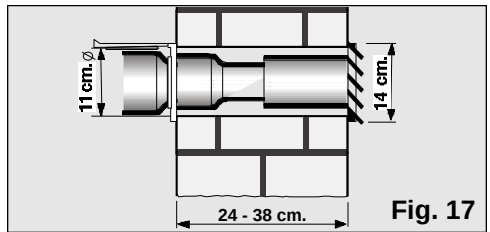

Fig. 17
- ☐ Para expulsar el aire caliente a través de la pared se necesita practicar un orificio en la misma para colocar el pasamuros, **Fig. 17**.